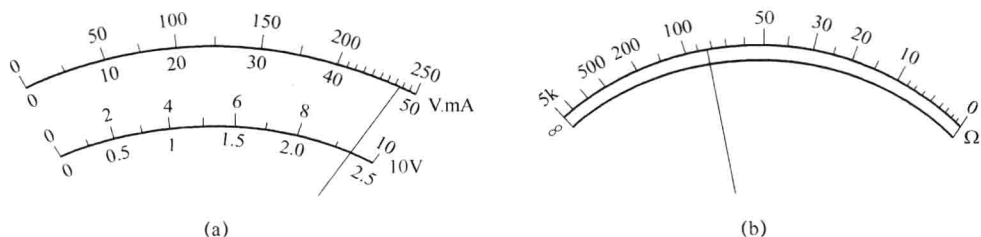

图 1-6 电压电流挡刻度线与欧姆挡刻度线
(1) 选择合适的倍率挡。万用表欧姆挡的刻度线是不均匀的，如图 1-6 所示，所以倍率挡的选择以使指针停留在刻度线较稀的部分为宜，且指针越接近刻度尺的中间，读数越准确。一般情况下，应使指针指在刻度尺的 $1/3 \sim 2/3$ 间为宜。面板上 $\times 1$ 、 $\times 10$ 、 $\times 100$ 、 $\times 1k$ 、 $\times 10k$ 的符号表示倍率数，所测电阻的电阻值 = 表头的读数 $\times$ 倍率数。
(2) 欧姆调零。测量电阻之前，应将表笔测试棒短接，同时转“调零旋钮”，使指针刚好指在欧姆刻度线右边的零位。如果指针不能调到零位，说明电